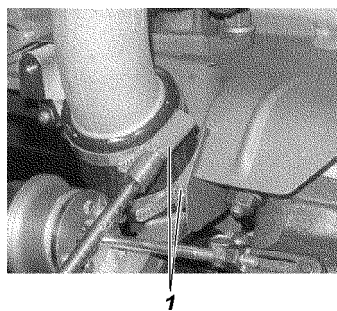

Рис. 4.168. Шланг нагнетательного патрубка:
7. Ослабить хомуты 1 (рис. 4.168) шланга нагнетательного патрубка.